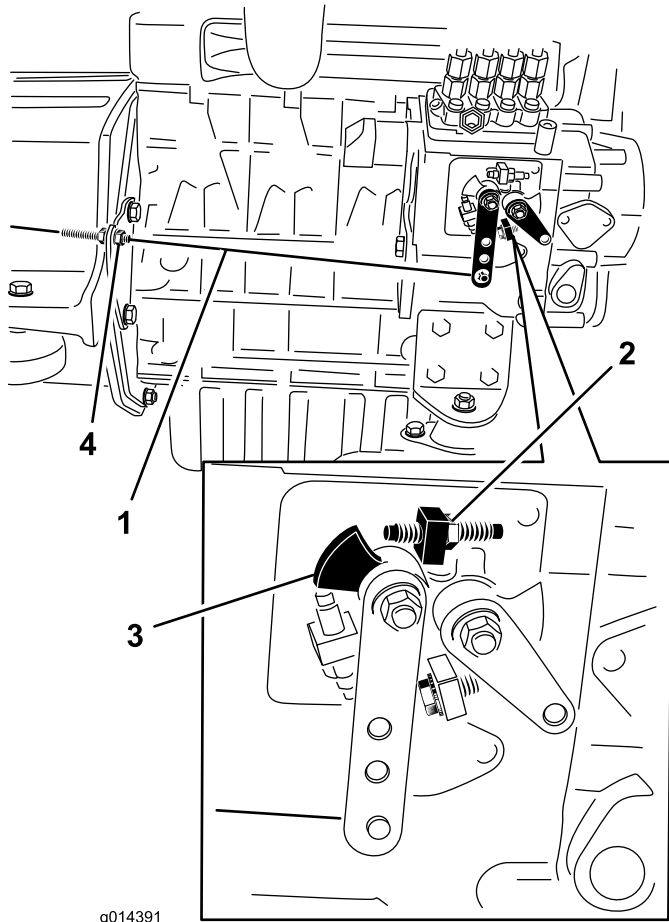

Figura 29
2. Compruebe la posición de la palanca de control de velocidad de la bomba de inyección de combustible. La palanca de control de velocidad debe estar en contacto con el tornillo de alta velocidad cuando la palanca de control del acelerador está en la posición de RÁPIDO (Figura 29).
3. Si es necesario, ajuste la posición de las contratueras del cable de control del acelerador hasta que la palanca de control de velocidad entre en contacto con el tornillo de alta velocidad cuando la palanca de control del acelerador está en la posición de RÁPIDO (muesca) (Figura 29).